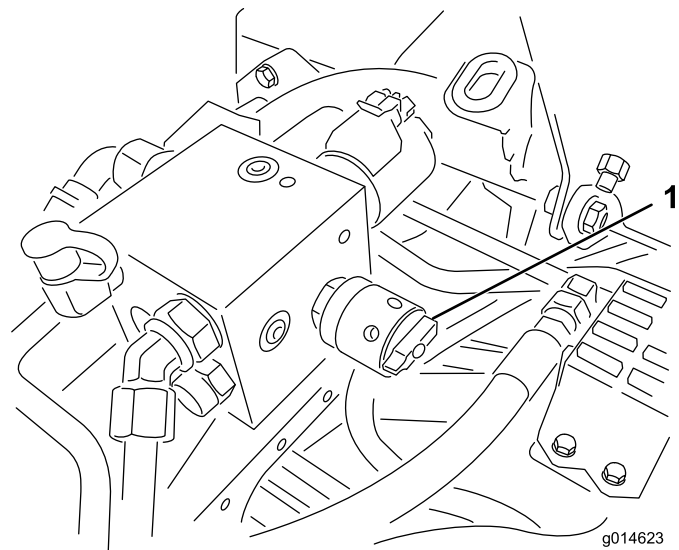

图48
4. 要设置滚刀的速度，请旋转旋钮（图48）直至指示器箭头与表示所需设置的数字对齐为止。